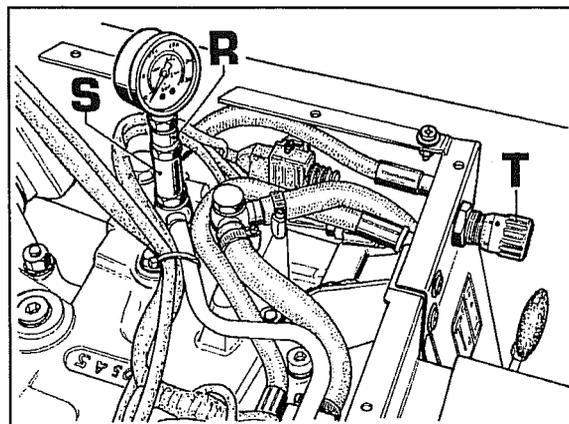
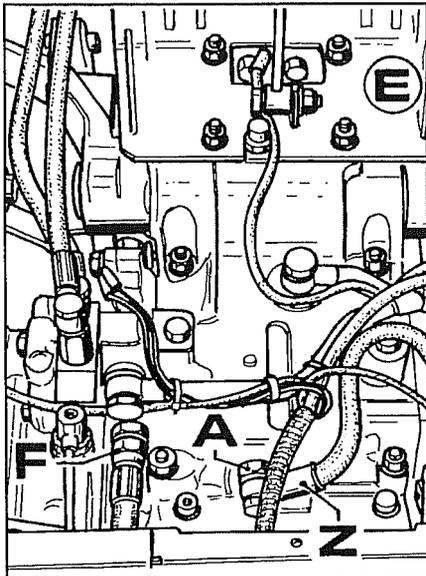

Abb. 23
Abb. 27
Ist die Maschine auf der Rückseite nicht mit Schnellkupplungen ausgestattet, ist nach dem Ausbauen des Fahrersitzes ein Anschluß an der Druckleitung der Gruppe der Magnetventile vorzunehmen, und zwar so wie es in der Abb. 23 gezeigt ist. Man benutzt die Kombi-Vorrichtung **R-S**, wobei zu berücksichtigen ist, daß bei Maschinen bis zur Fahrgestell-Nr. B455169 zum Anschließen die gleiche Vorrichtung zu benutzen ist, nachdem man den Teil **S** abgenommen hat. Auf diesen Maschinen ist außerdem darauf zu achten, daß die Schraube mit Loch, die für das Montieren des Manometers entfernt wurde, **nicht verwechselt werden darf** mit den anderen Schrauben mit Loch des gleichen Typs, weil sie in ihrem Inneren eine Madenschraube mit kalibriertem Loch trägt.
Wenn das Manometer dagegen an die Druckleitung der Gruppe der Magnetventile angeschlossen ist, muß das Ventil **T** Abb. 23 geschlossen werden, um dann den Schalter des Krafthebers zum Heben zu betätigen (wobei man auf die Sicherheitstaste drückt), dann den Druck auf dem Manometer ablesen.
Um zu prüfen, ob innerhalb des Gehäuses des Krafthebers Öl durchsickert, ist ein Gerät an den Kraftheber anzubauen, um ihn dann in die Stellung "Heben" zu bringen. Bei Maschinen mit dem Ventil **T** Abb. 23 muß dieses geschlossen werden.
Wenn der Kraftheber sich senkt, handelt es sich um einen Fall des Öldurchsickerns, entweder auf dem Hubzylinder oder auf der Anschlußschraube (**A** Abb. 27) der Druckleitung.
3. Die Leitung **Z** Abb. 27 abtrennen und den Anschluß **A** vom Gehäuse des Krafthebers abschrauben.
- c. Den Träger des Fahrersitzes **E** Abb. 27 entfernen und dann die Kabelstränge, die zu den Magnetventilen und dem Endschalter gehen und die Massekabel abnehmen (siehe Abb. 27).
- e. Die Ölförderleitung **F** Abb. 27 am Träger der Steuergeräte und das Öldruckventil (**T** Abb. 23) am Zylinder abnehmen.